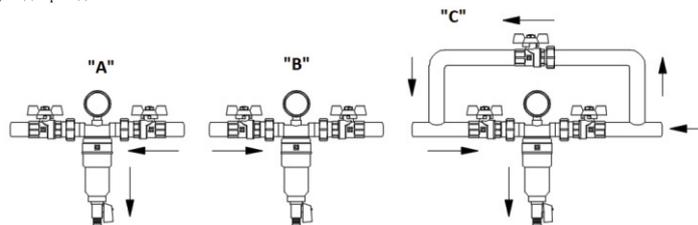

Рис. 1
3. До і після фільтра необхідно встановлювати запірну арматуру, щоб була можливість зняти фільтруючі елементи (див. рис. 1). Для більшої ефективності фільтрувальної промивки (звотної промивки) переважно мати байпасну секцію з краном (байпасом) (див. рис.1 "С").
"А" - Перекрити випускний клапан. Відкрийте зливний кран і злийте осад в каналізацію разом з певною кількістю мережевої води. При цьому частинки, що залишилися на сітці, в основному не видаляються з фільтра. Видаляється тільки шлам, що осідає на дні колби (рис. 1)
"В" - Переверніть, щоб всі дозатори води були закриті. Перекрити впускний і випускний клапани фільтра. Відкрийте зливний клапан фільтра, при цьому тиск в колбі впаде, а вода з колби буде повністю видалена. Відкрийте випускний клапан фільтра. При цьому залишковий тиск в трубопроводах після фільтра буде в якійсь мірі збивати частинки, що прилипли до сітки (рис. 1).